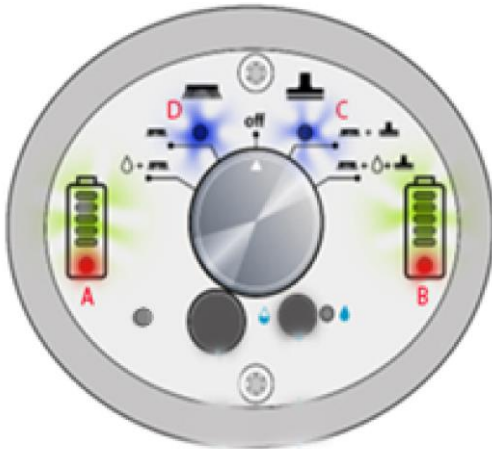

Figura 23d
2. Para el estacionamiento de corta duración de la máquina i-mop® tiene un temporizador incorporado para gestionar y garantizar su durabilidad en los cepillos. El operario no debe estacionar la máquina demasiado tiempo sobre sus cepillos para evitar dañarlos. La pantalla comenzará a iluminarse como se indica en la **figura 23d**. Después de 9,5 minutos las luces indicadas en A,B,C,D empiezan a parpadear.